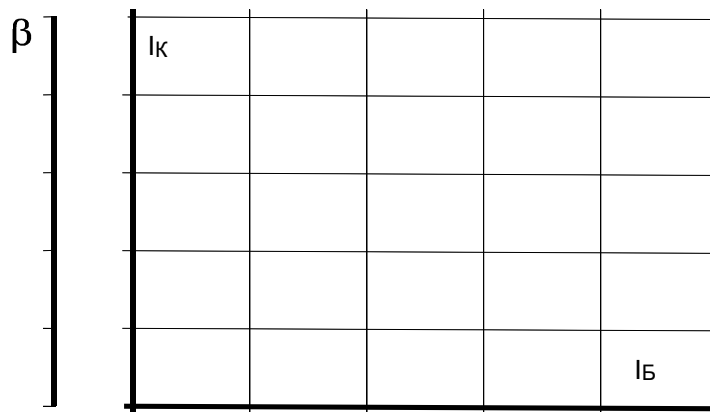

Рис. 4.2.3.
- На семействе кривых  $I_k(U_{кэ})$  выберите какое-либо постоянное напряжение  $U_{кэ}$  (например, 5 В) и на рис. 4.2.3 постройте зависимость  $I_k(I_b)$  для этого значения напряжения  $U_{кэ}$ . Рассчитайте и на этом же рисунке постройте график  $\beta(I_b) = \Delta I_k / \Delta I_b$ . Нанесите шкалы по осям.